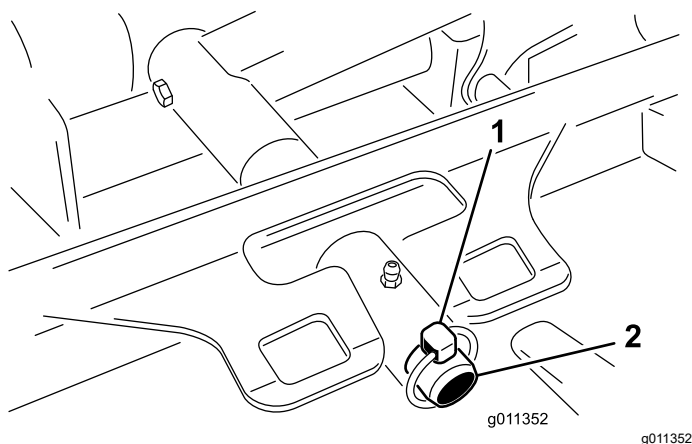

Рисунок 80
3. Снимите штифт с кольцом (на машинах Groundsmaster 4500) или крепежную гайку (на машинах Groundsmaster 4700), с помощью которых несущая рама режущего блока крепится к оси поворота подъемного рычага (Рисунок 80).
2. Наденьте несущую раму режущего блока на ось поворота подъемного рычага (Рисунок 80). Закрепите режущий блок на оси с помощью штифта с кольцом (на машинах Groundsmaster 4500) или крепежной гайки (на машинах Groundsmaster 4700).